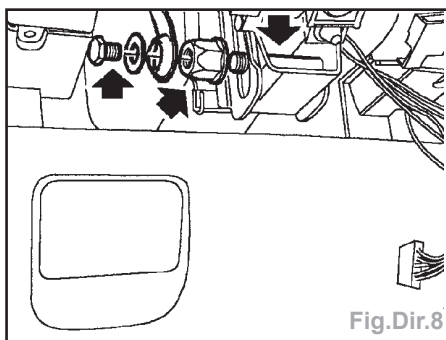

Fig.Dir.8
- Enlever le boulon maintenant le levier de réglage de hauteur de colonne de direction et déposer le levier (Fig.Dir.8).